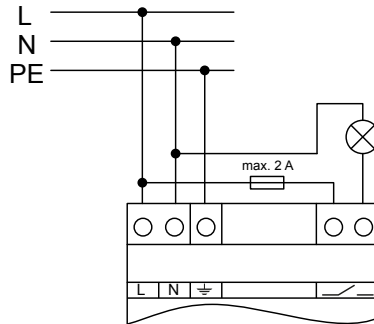

Imagen 5: Ejemplo de aplicación – piloto de aviso para indicación óptica de servicio
- Conectar el dispositivo de aviso según el ejemplo de conexión (Imagen 5).